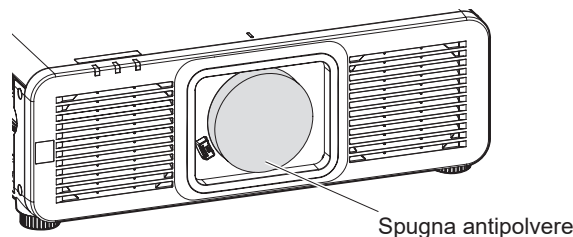

Fig. 1
1) Rimuovere la spugna antipolvere. (Fig. 1)